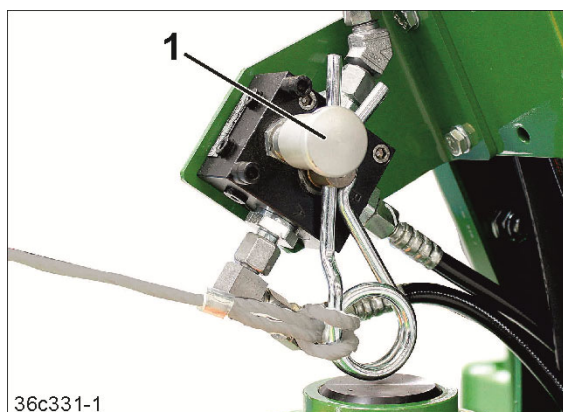

Fig. 137
- 3.1 Acționați supapa (Fig. 137/1). Astfel se golește acumulatorul hidraulic.